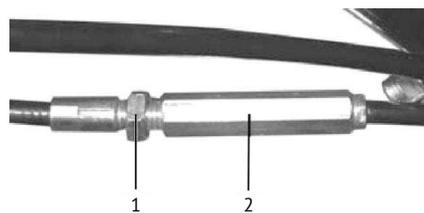

рис. 9
- отрегулируйте приводные тросы с помощью резьбовой втулки (рис.9 поз.2), расположенной в средней части троса: для натяжения: ослабьте гайку (рис.9 поз.1), а затем переместите резьбовую втулку вверх и затяните гайку до втулки, для ослабления: ослабьте гайку (рис.9 поз.1) и переместите резьбовую втулку вниз и затяните гайку до втулки.